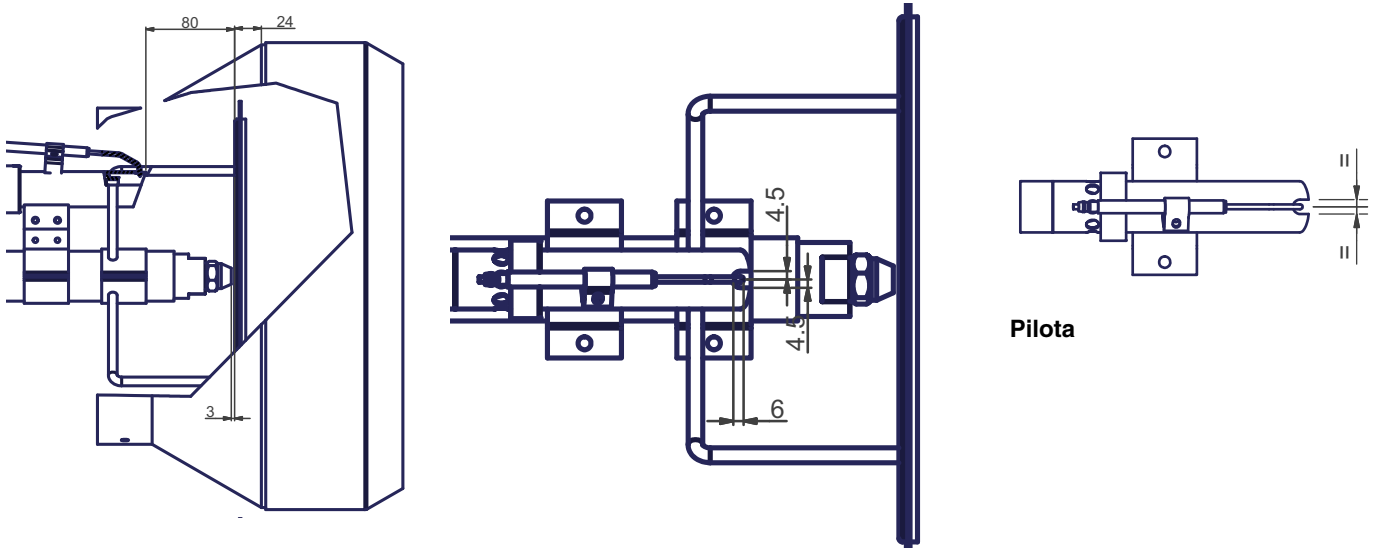

Fig. 27
- 4 per sostituire l'elettrodo di accensione del pilota, svitare le viti di fissaggio **VE** dell'elettrodo **E** e sfilarlo: inserire il nuovo elettrodo e prestare attenzione alle quote indicate in mm in Fig. 27; procedere al rimontaggio seguendo la procedura inversa.